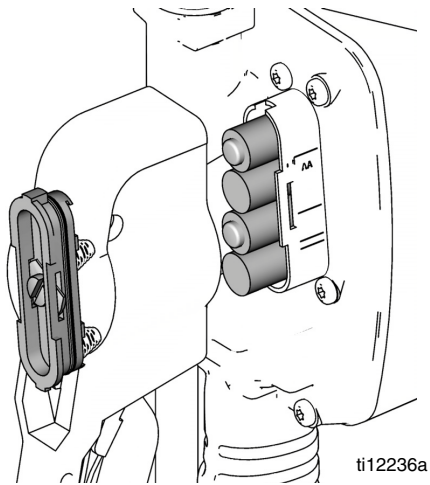

FIG. 22
2. Instale cuatro baterías **NUEVAS**. Remítase a la FIG. 22 para ver la orientación correcta de la batería en el medidor. Asegúrese de que estén correctamente instaladas o el medidor no funcionará.